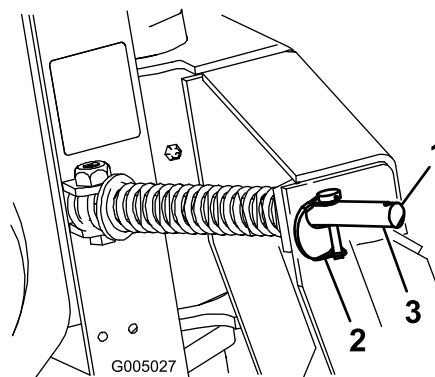

Figura 6
1. Mova os pinos de sujeição para os orifícios exteriores nas hastes de mola para permitir que o arado se mova de um lado para o outro (Figura 6).
1. Mover os pinos de sujeição para os furos internos das hastes de mola para evitar movimento de um lado para o outro (Figura 6).